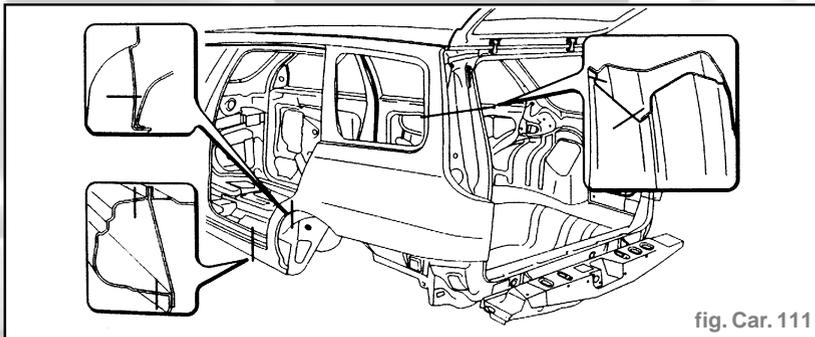

fig. Car. 111
- Les sections de la tôle aux endroits les plus significatifs sont indiquées afin de permettre à l'opérateur de régler la position et la profondeur de la découpe de façon à ne pas endommager les tôles situées en-dessous (fig. Car. 111).